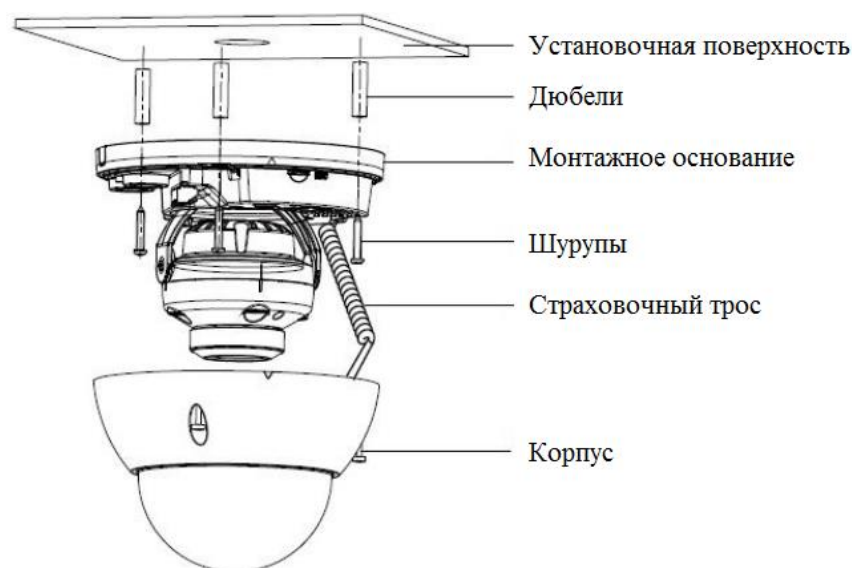

Рисунок 4
4.6 Прикрепите монтажное основание видеочамеры к установочной поверхности (рис.4).